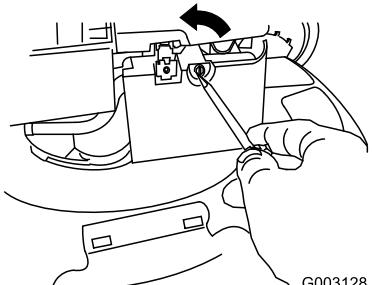

Figure 35
- Ouvrez le couvercle du filtre à air avec un tournevis (Figure 35)